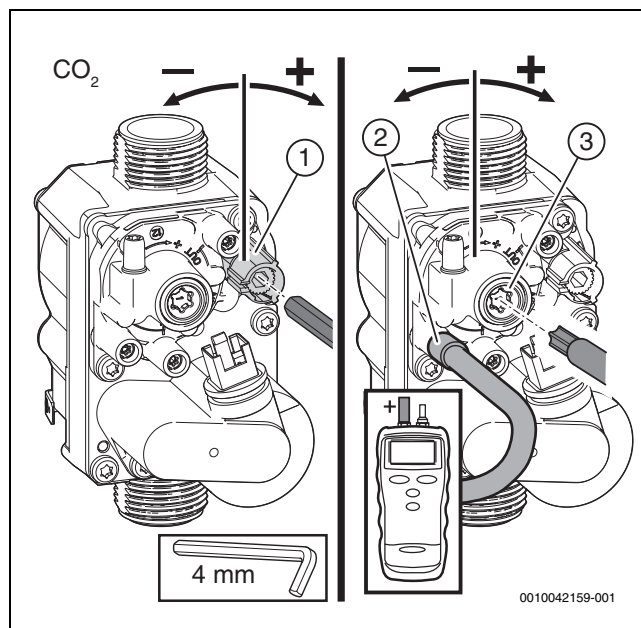

Bild 7 Einstellen der Gasarmatur
- ▶ CO2- oder O2-Gehalt für die maximale Nennwärmeleistung gemäß Tabelle 20 prüfen und ggf. nachstellen (→ Bild 7).